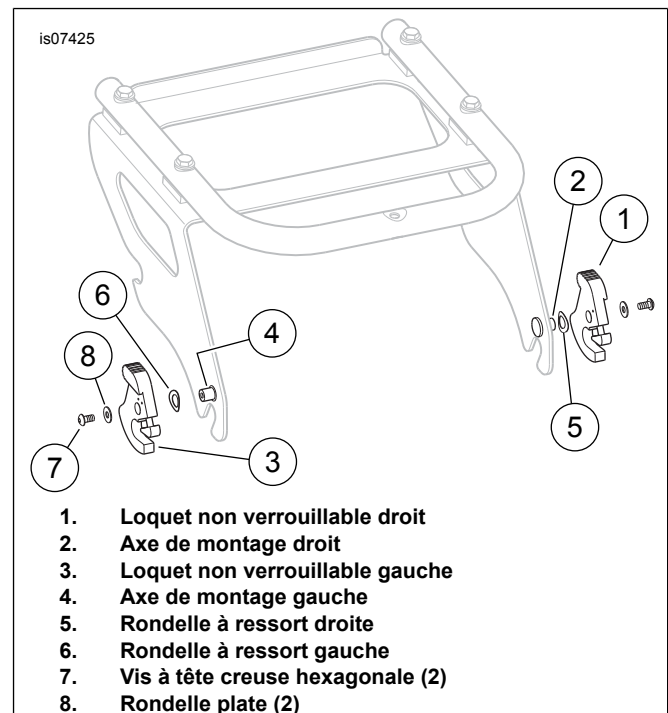
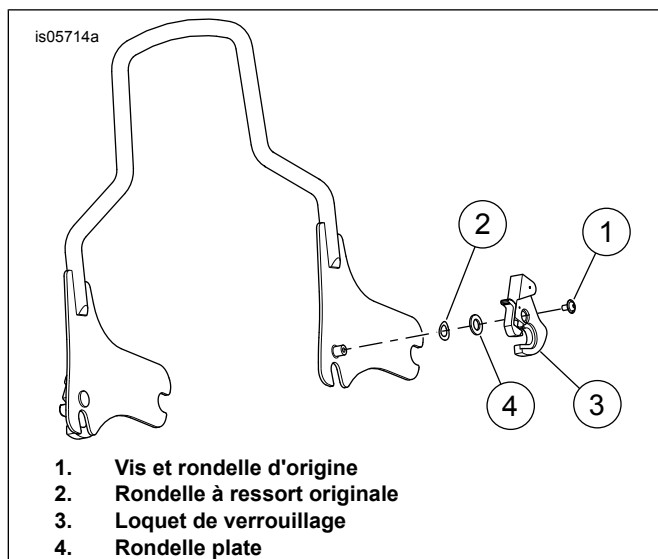
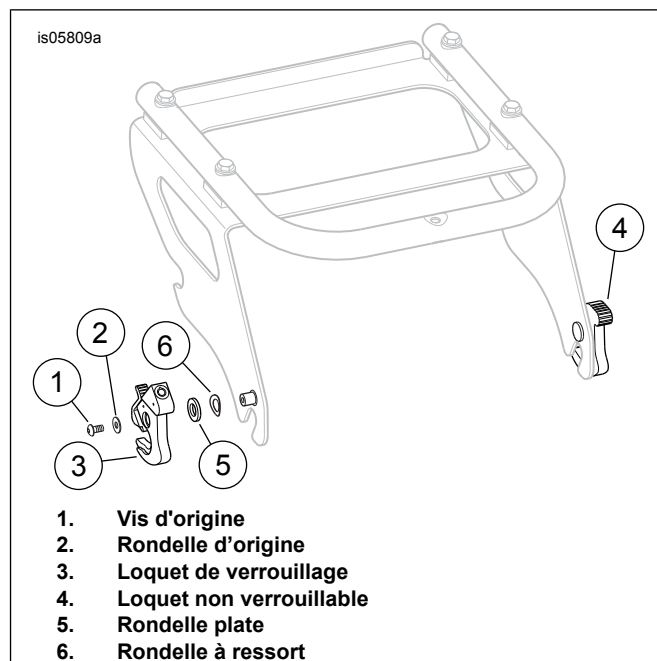
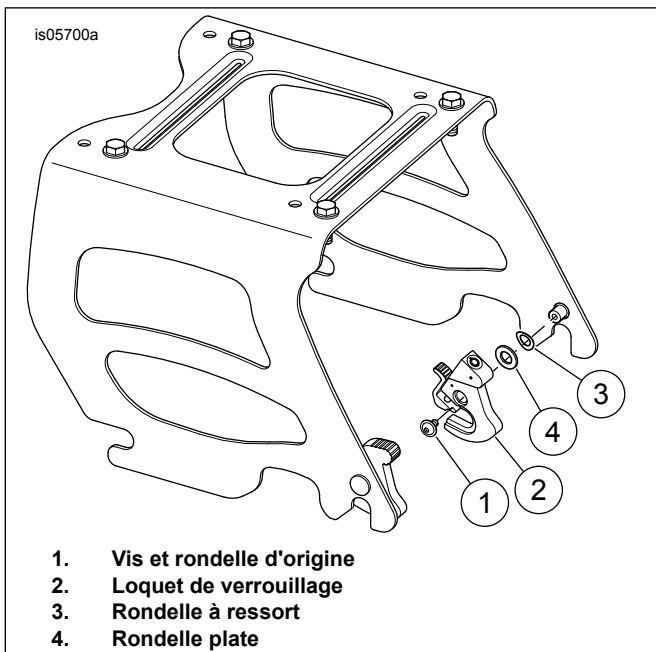

Figure 1. Changement de loquets (configuration avec le changement représentée)
Figure 3. Installation extérieure droite
Figure 4. Installation extérieure gauche
Figure 5. Installation intérieure droite
1. Voir Figure 1 . Retirer le loquet non verrouillable droit (1). Laisser la rondelle à ressort droite (5) sur l'axe de montage droit (2).
2. Retirer le loquet non-verrouillable gauche (3). Laisser la rondelle à ressort gauche (6) sur l'axe de montage gauche (4). Installer le loquet non verrouillable gauche (3) sur l'axe de montage droit (2).
3. Installer le loquet non verrouillable droit (1) sur l'axe de montage gauche (4).
Kit porte-bagages Two-Up	Voir figure 4, Installation intérieure gauche, OU Figure 3, Installation extérieure droite
Porte-bagages Tour-Pak Two-Up	Voir figure 3, Installation extérieure droite
Kit porte-bagages solo	Voir figure 3, Installation extérieure droite
Porte-bagages Tour-Pak Two-Up	Voir figure 1, changement de loquets ET Figure 5, Installation extérieure droite
Porte-bagages solo Tour-Pak	Voir figure 1, changement de loquets ET Figure 4, Installation intérieure gauche, OU
2. Voir Figure 3 . Installer la rondelle à ressort d'origine (2) sur l'axe de montage.
1. Voir Figure 4 . Retirer le loquet gauche non-verrouillable et l'éliminer.
2. Installer la rondelle plate (5) du kit sur la rondelle à ressort de l'axe de montage gauche.
3. Installer le loquet de verrouillage (3) sur l'axe de montage gauche avec le relief à l'**opposé** de la plaque latérale.
4. Installer la vis (1) et la rondelle (2) d'origine.
1. Voir Figure 5 . Retirer le loquet non verrouillable droit et l'éliminer.
2. Installer la rondelle plate (4) du kit sur la rondelle à ressort de l'axe de montage droit.
4. Installer la vis et la rondelle (1) d'origine.